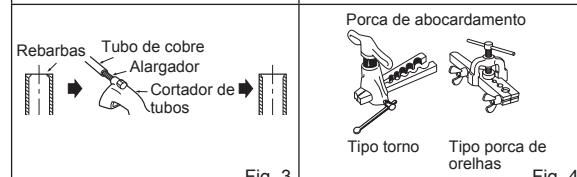

Fig. 3
- Retire completamente todas as rebarbas da secção transversal de tubo. (Fig. 3)